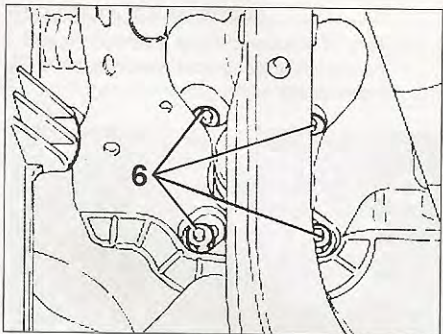

FIG. 14
- Retirar la cazoleta (4) sobre el pedal de freno.
- Desmontar las tuercas de fijaciones (6) del servofreno sobre el salpicadero (fig. 14).